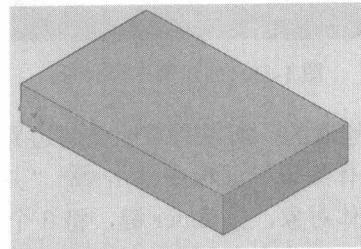

图 1-9 绘制长方体
**10** 单击“长方体”按钮后，命令行会出现“指定第一个角点或[中心(C)]”提示符，在命令行输入 $0,0,0$ ，按 Enter 键，命令行会出现“指定其他角点或[立方体(C)/长度(L)]”提示符，在命令行输入 $1200,750$ ，按 Enter 键，命令行会出现“指定高度或[两点(2P)]”提示符，在命令行输入 200，按 Enter 键，在视图中会出现如图 1-9 所示的长方体。